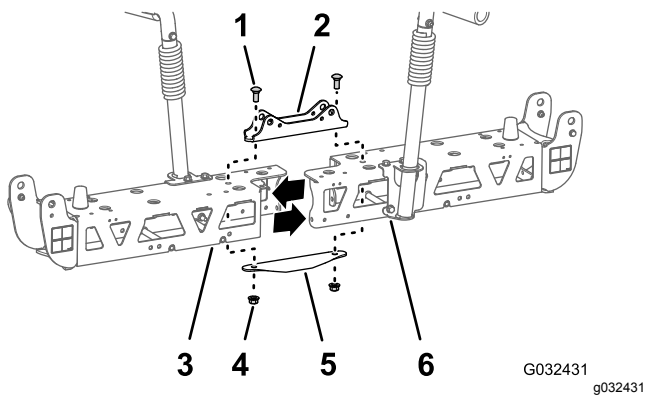

図 53
- 幅狭のシリンダマウント、左右のトラスフレーム、幅狭のタイプレートを固定しているキャリッジボルト 1/2 x 1 1/4" 2本とロックナット 1/2" 2個を取り外す 図 53。